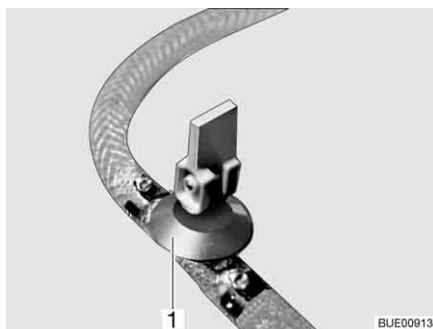
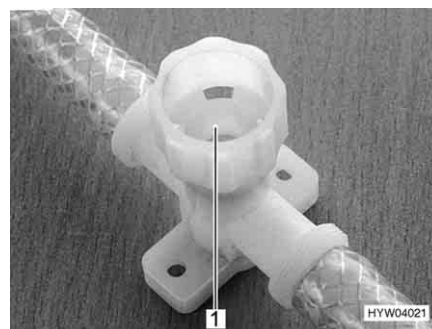

Fig. 209 Llave de desagüe (con balancín)
Fig. 210 Llave de desagüe (con tapa giratoria)
- Cerrar todas las llaves de desagüe. Para esto, poner el balancín de la llave de desagüe (Fig. 209, 1) en posición horizontal o girar la tapa de la llave de desagüe (Fig. 210, 1) en el sentido de las agujas del reloj.